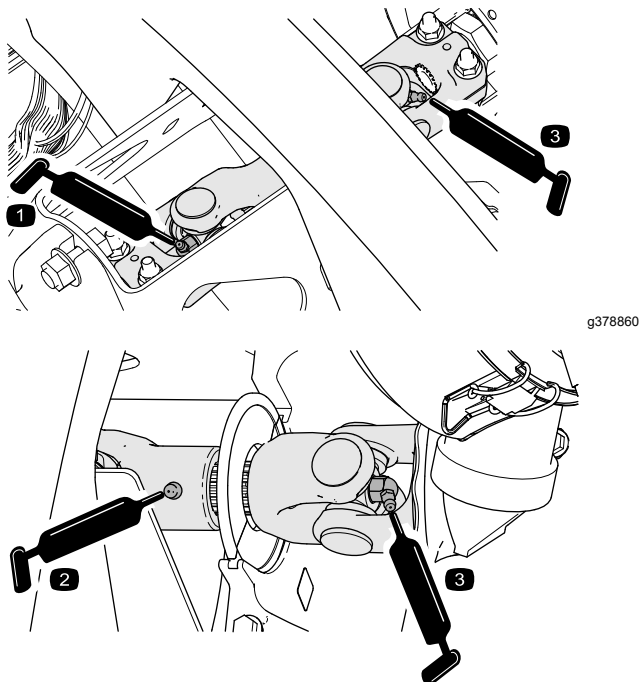

Figura 70
- Articulación de cardán del árbol de transmisión de la bomba (3) (Figura 70)